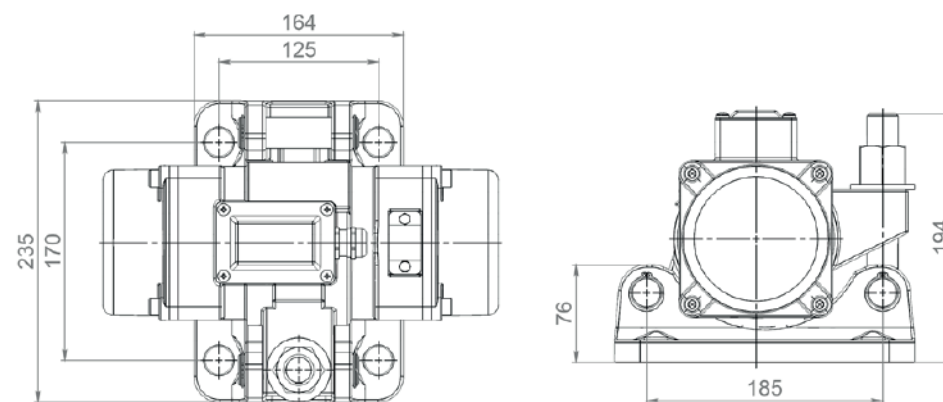

Рис. 3. Габаритные размеры площадки крепления для внешнего вибратора VPK 6000/3
- установите устройство на универсальную площадку крепления для внешнего вибратора VPK 6000/3 (площадка не входит в комплект поставки и покупается отдельно) (см. рис. 3);